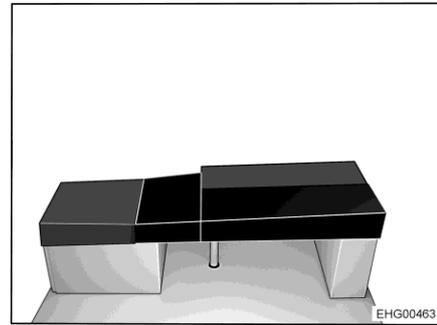

Fig. 165 Après la transformation
- Poser le coussin supplémentaire rectangulaire sur la table (voir Fig. 165).
- Poser le coussin supplémentaire en biseau sur l'extension de couchage en L (voir Fig. 165).